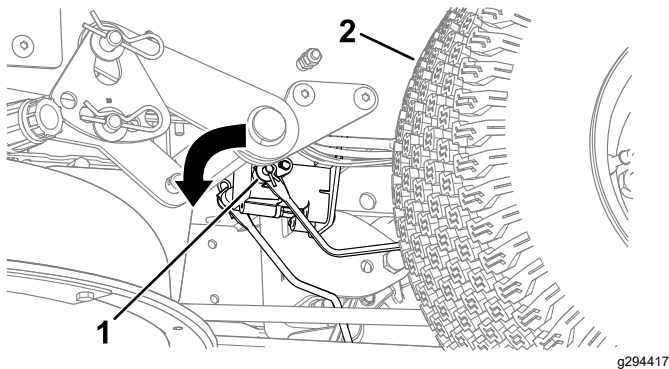

Bild 53
3. Finden Sie die Welle an der elektrischen Bremse, an der die Bremsgestängearme angeschlossen sind (Bild 53).